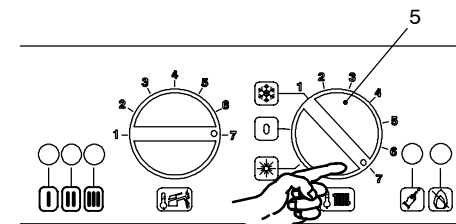

fig. 7.3
- 2 Ruotare il selettore 5 come in fig. 7.3